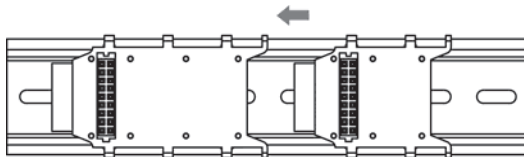

Рисунок 6.1
- шинный соединитель модуля установить замковым соединением с помощью крючков на DIN-рейке (рисунок 6.1);